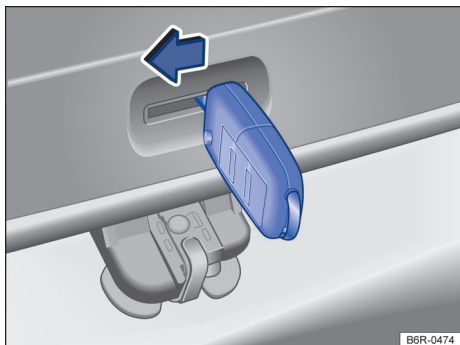

Fig. 56 Do lado de dentro do compartimento de bagagem: destravamento de emergência da tampa traseira.
- Inserir a haste da chave na abertura da tampa traseira → Fig. 56 e pressionar a alavanca de destravamento no sentido da seta, para destravar a tampa traseira.